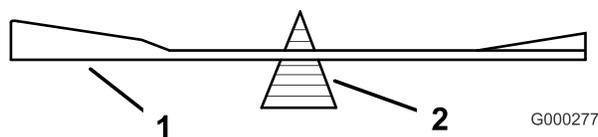

Figure 61
2. Vérifiez l'équilibre de la lame en la plaçant sur un équilibreur (Figure 61). Si la lame reste horizontale, elle est équilibrée et peut être utilisée. Si la lame est déséquilibrée, limez un peu l'extrémité de la